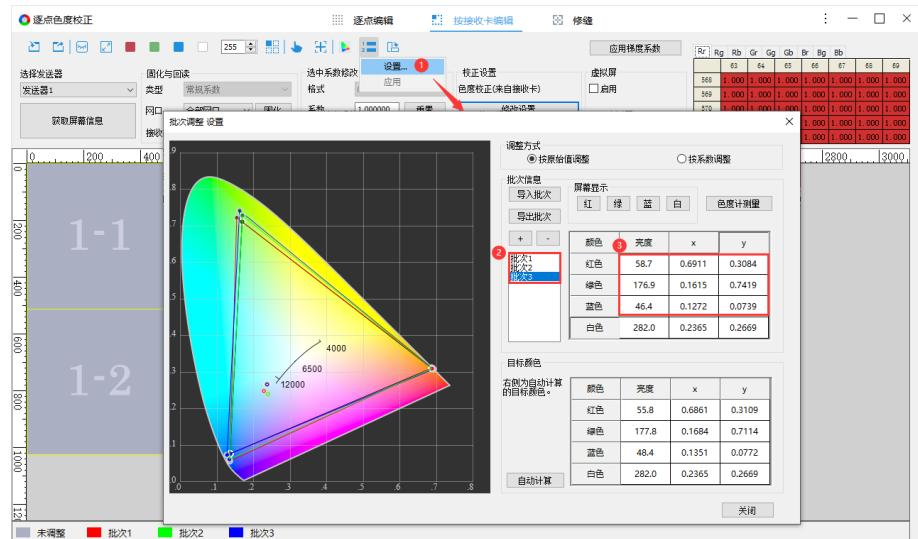

图 8.3.6 设置批次信息
- 步骤 1：点击**1**，选择“设置”，打开批次调整弹窗，选择调整方式，添加批次，通过修改输入值或导入批次，设置批次信息。如图 8.3.6 所示。